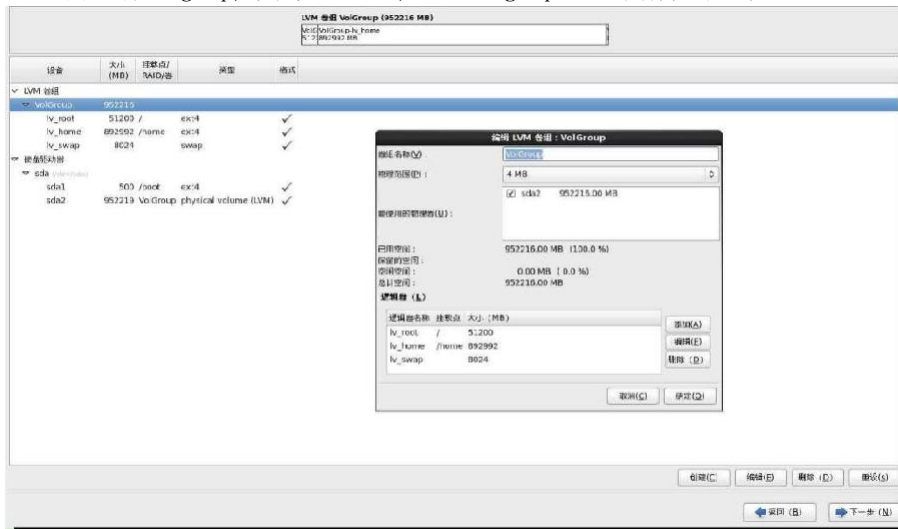

图 6-33
- n. 本例中选择 Volgroup, 点击 edit 按钮, 进入 Volgroup 卷组的编辑过程。如图 6-33